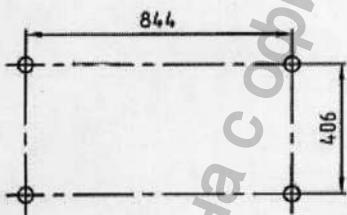

Рис. 3.
Кресло рекомендуется крепить к полу с использованием крепежа M8 - M10 (см. рис.3.).
3. Рис. 3. Разметка расположения болтов крепления кресла в стоматологическом кабинете.
6.2. Рекомендуется основание кресла крепить к полу 4-мя болтами с резьбой М10 через отверстия в амортизаторах. (Разметку крепления см. рис. 3).